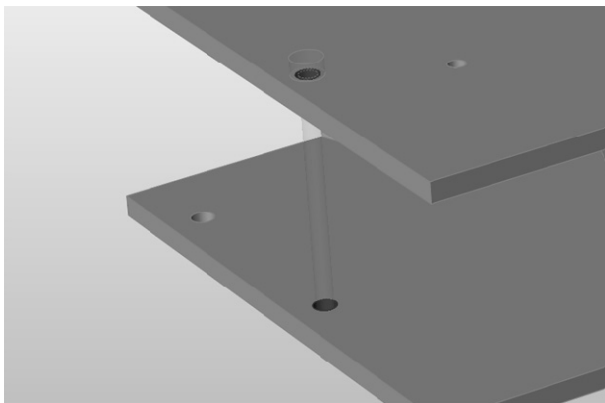

图 11-6
2) 注意：在该组对齐的孔中，现有的几何体目前是透明的，如图 11-6 所示。在该位置创建螺栓连接后，原来的几何体将被隐藏并删除，表明其将不再被纳入分析和优化计算中。